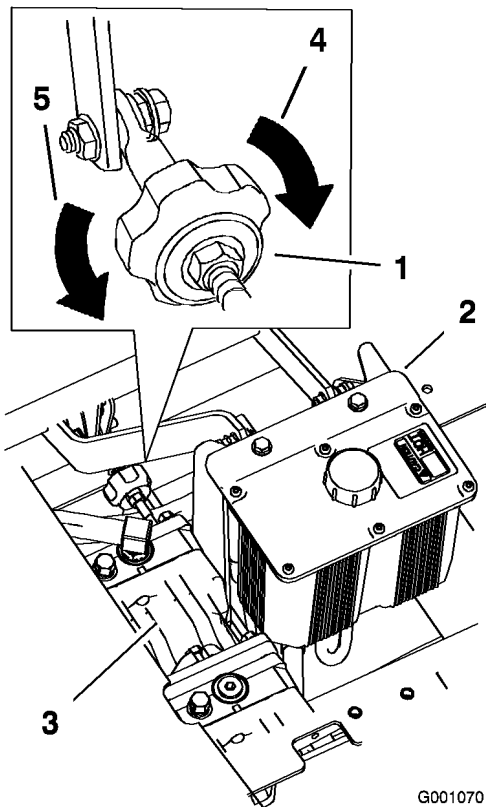

Bild 70
2. Stellen Sie die Länge der Pumpstange ein, indem Sie das Handrad an der Stange so weit in die entsprechende Richtung drehen, bis das Rad stillsteht oder sich leicht zurückdreht (Bild 70).